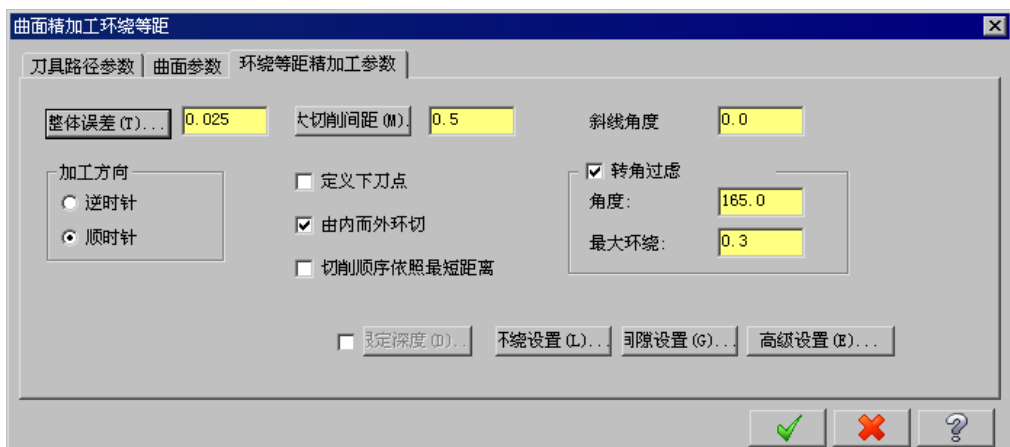

图 17.20 “环绕等距精加工参数”选项卡
Step6. 设置环绕等距精加工参数。在“曲面精加工环绕等距”对话框中单击环绕等距精加工参数选项卡, 设置图 17.20 所示的参数。